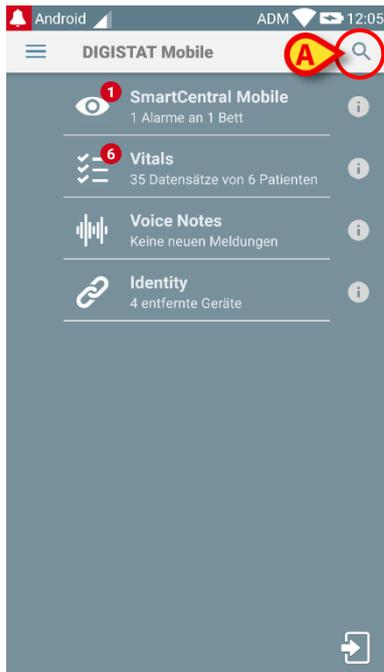
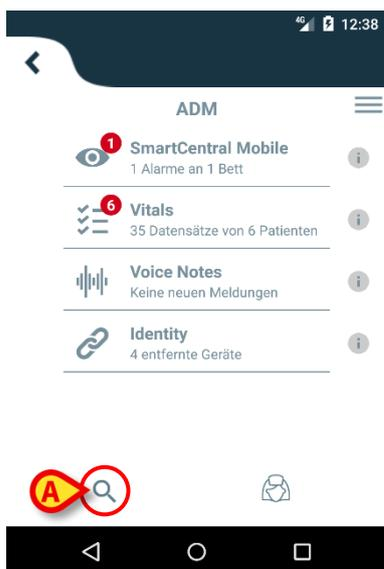
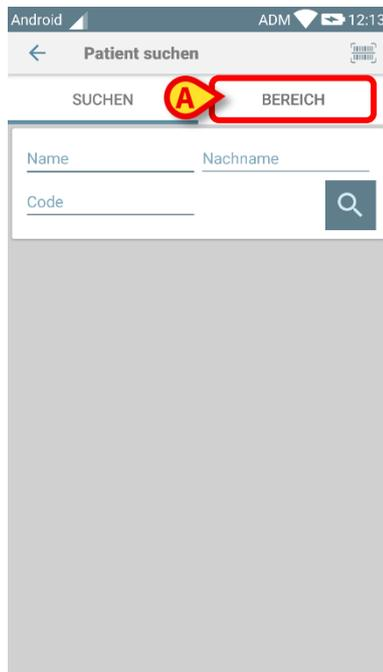

Abb. 31
Abb. 32
Abb. 39
- Berühren Sie das Icon in Abb. 31 **A** für Geräte ohne Myco/Unite Einbindung oder in Abb. 32 **A** für Geräte mit Myco/Unite Einbindung.
- Berühren Sie das Icon in Abb. 31 **A** für Geräte ohne Nicht-Myco/Unite Einbindung oder in Abb. 32 **A** für Geräte mit Myco/Unite Einbindung. Der folgende Bildschirm wird angezeigt (Abb. 39 **A**):